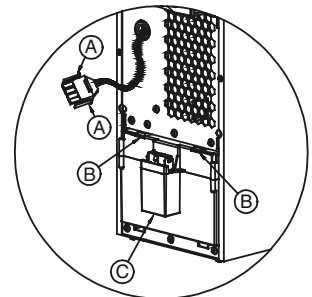

Bild 6-3
3. Der Batterieblock ist durch ein Kabel mit Klemme mit der USV verbunden. Siehe Bild 6-3.